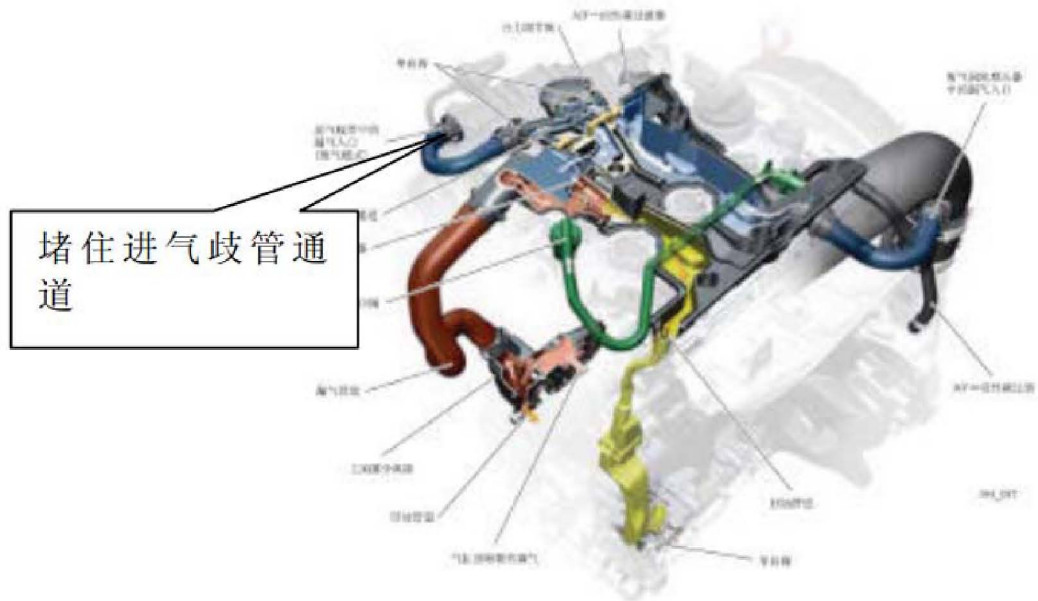

图 3 堵住进气歧管的通道
- 4). 堵住曲轴箱通风气体进入进气歧管的通道 (图 3), 发动机运行平稳, 故障现象消除。